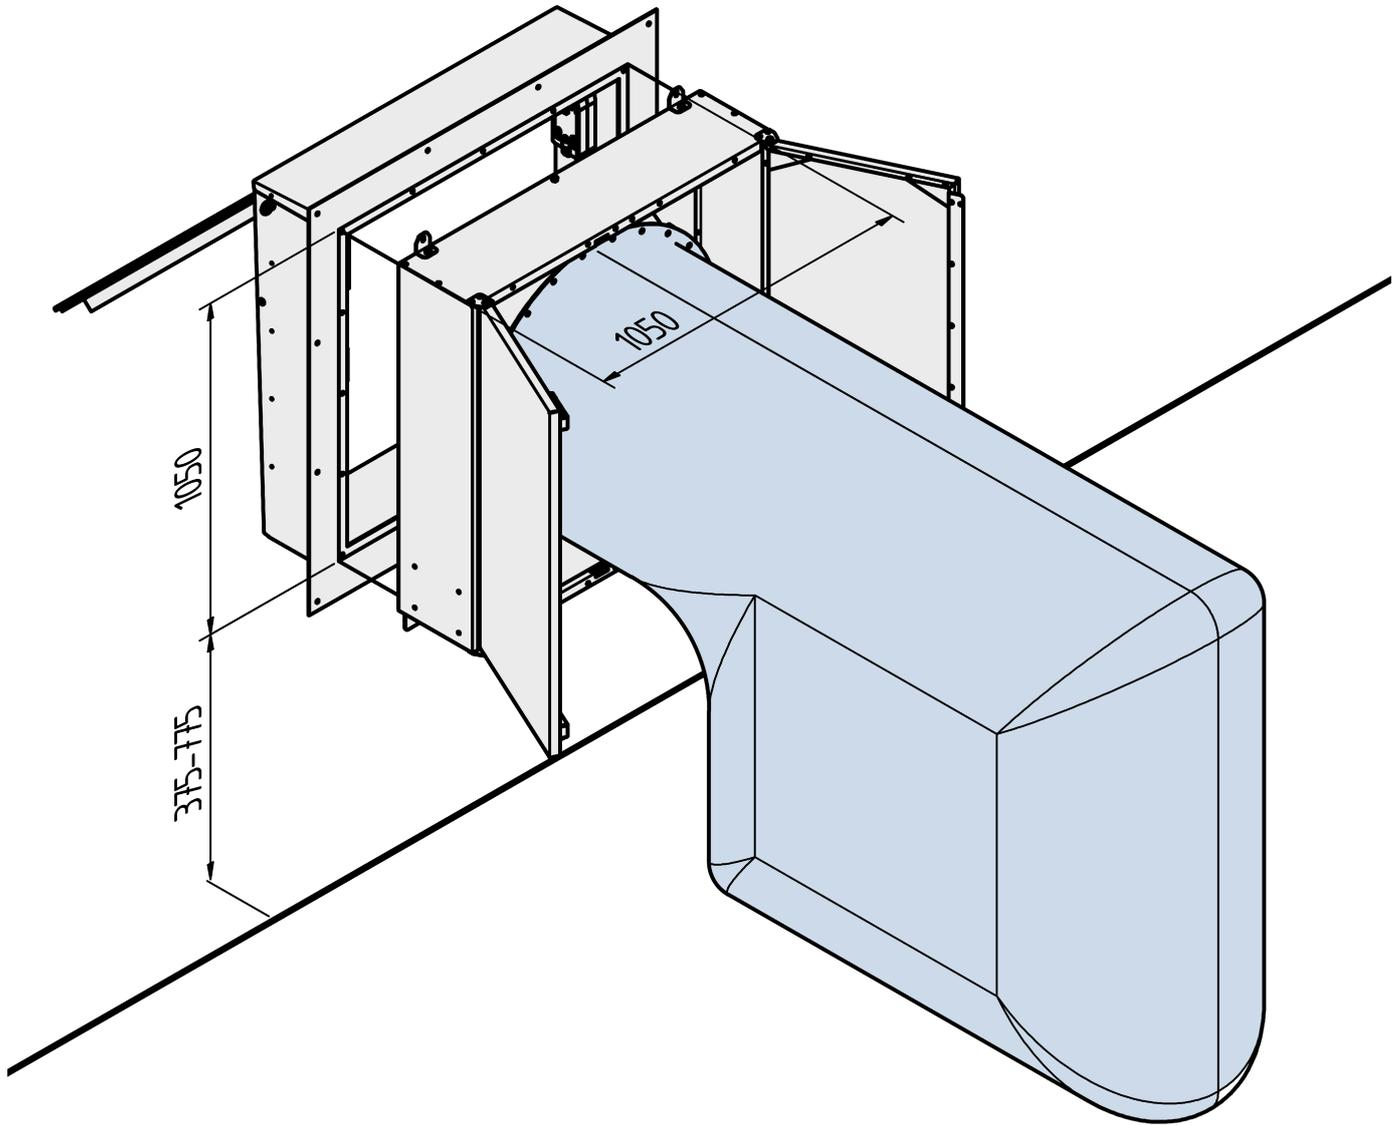

Abb. 5: WAX-LI, Wanddurchbruch
| 4 | Türschloss | 10 | Verteilelement (Abb. 5) |
1. ▶ Wanddurchbruch 1000 mm x 1000 mm (+ 20 mm Toleranz umlaufend) herstellen. Unterkante mindestens 400 mm vom Innenboden, besser 800 mm. (Abb. 5)